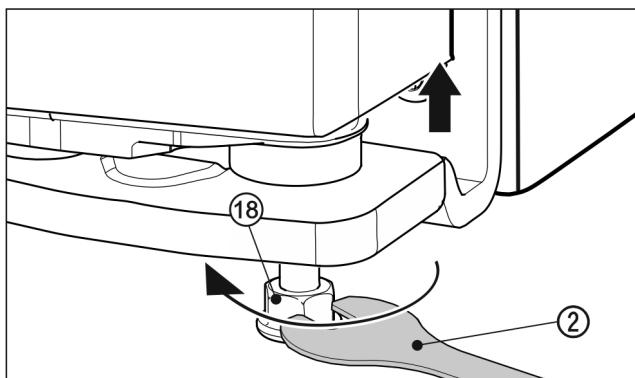

Fig. 25
- ▶ Za podizanje vrata odvrnite udesno nožicu za podešavanje Fig. 25 (18) priloženim viličastim ključem Fig. 25 (2). Zatim dalje okrećite dok se vrata na namjeste po visini. U stanju isporuke svornjak ležaja potpuno je uvrnut.